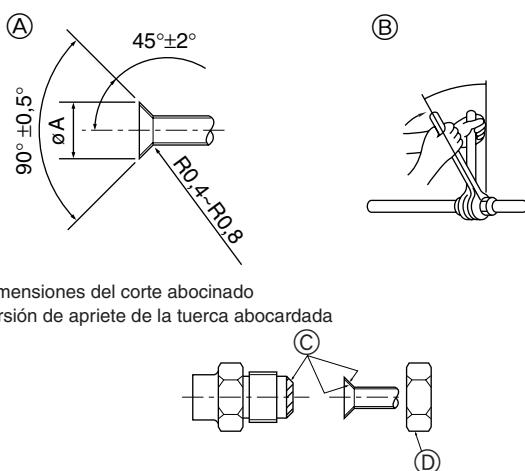

Fig. 5-1
5.2. Tubos de conexión (Fig. 5-1)
- Aplique una capa delgada de aceite refrigerante a la superficie tubo y de la junta de asiento antes de apretar la tuerca de abocardado. ④
- Utilice dos llaves de apriete para apretar las conexiones de los tubos. ⑤
- Aplique aceite refrigerante para máquinas en toda la superficie abocinada. ⑥
- Utilice las tuercas abocardadas tal y como se indica a continuación. ⑦
Ⓐ (Fig. 5-1)
Ⓑ (Fig. 5-1)